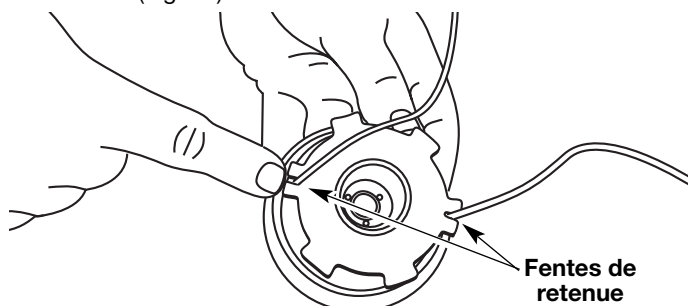

Fig. 17
10. Insérez les extrémités du fil dans les deux fentes de retenue (Fig. 17).